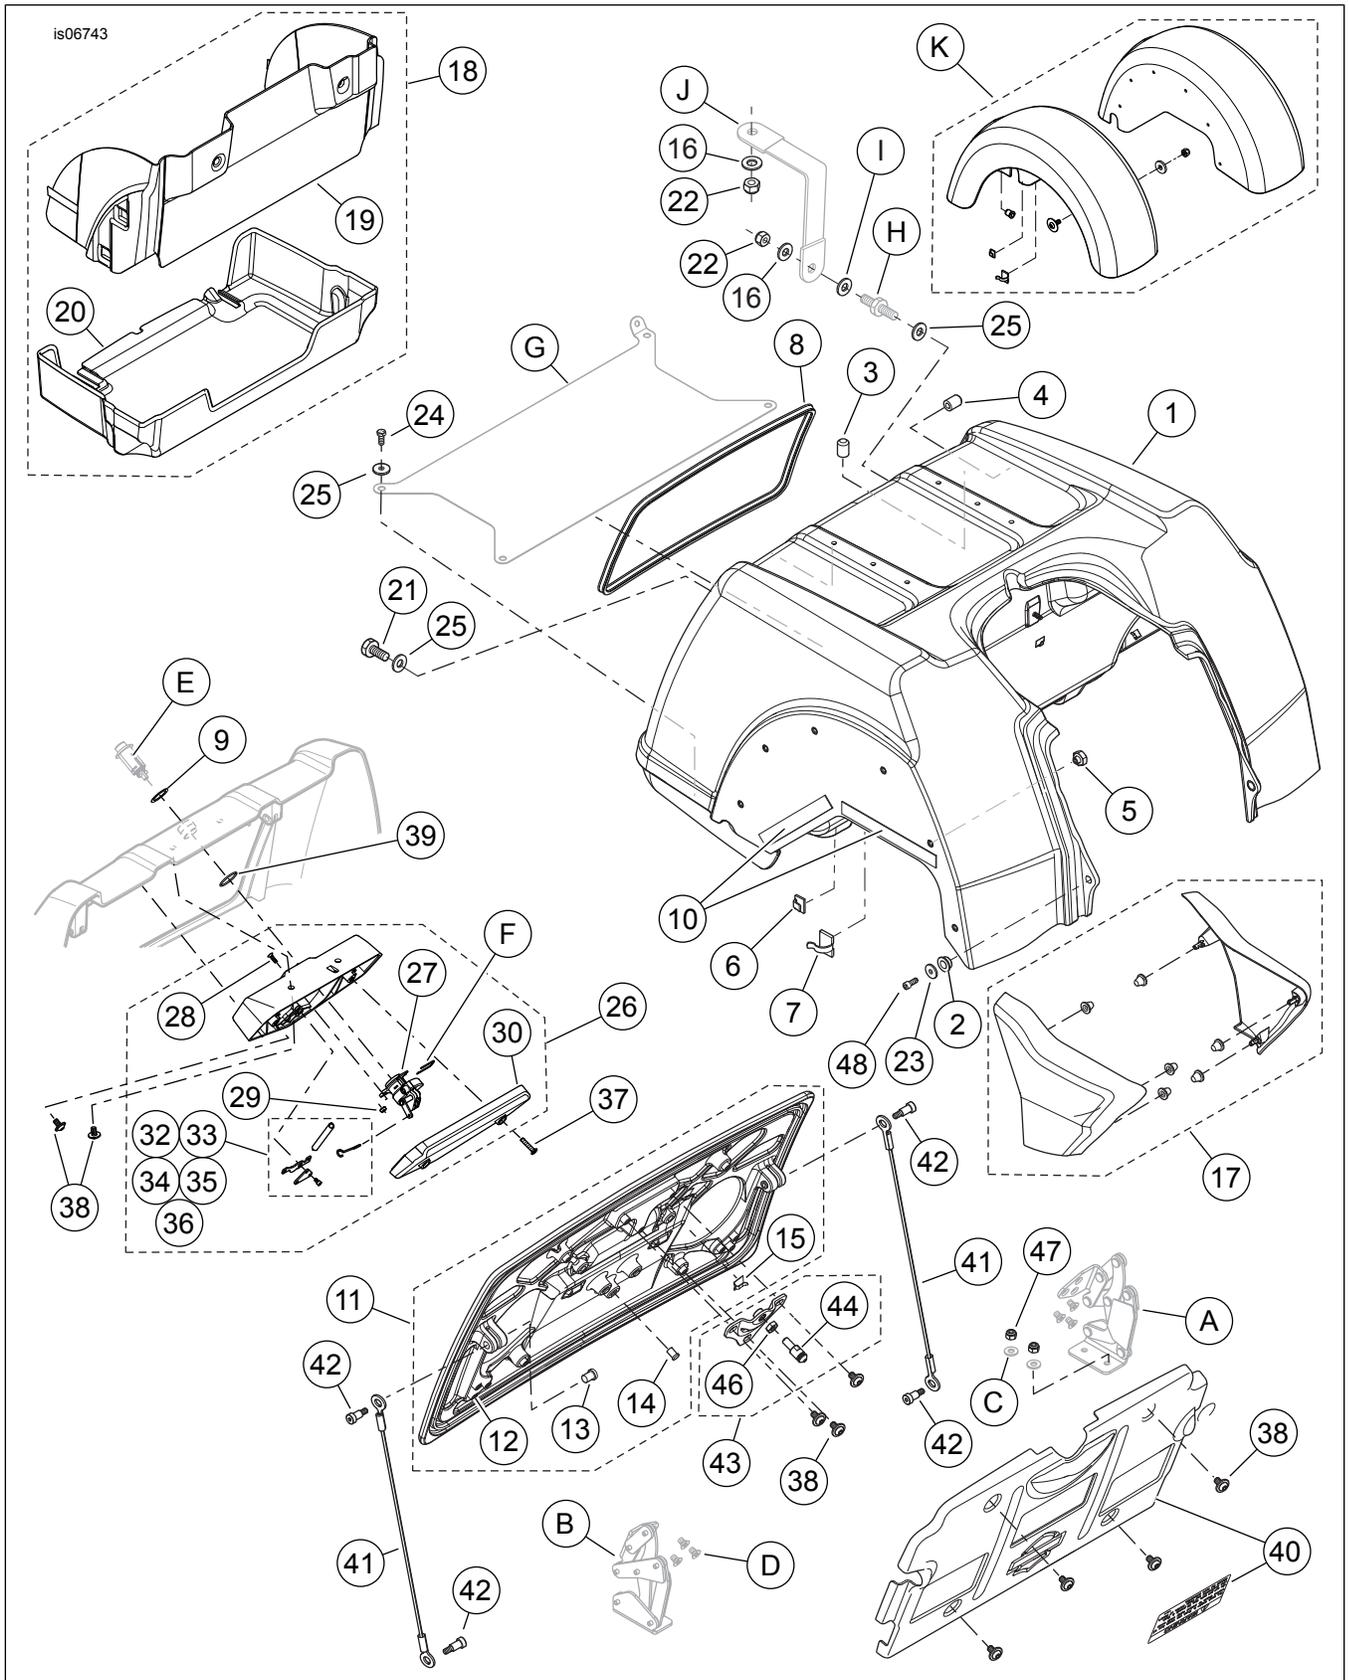

Figure 1. Pièces détachées, kits de corps de remplacement Trike
Voir Figure 1, Tableau 1, Tableau 2, Tableau 3 et Tableau 4.
1. Voir Figure 1. Installer les garde-boue sur le **nouveau** corps selon les instructions du kit de garde-boue arrière (K), avec la modification suivante :
- **Modèles AVEC coffre Tour-Pak :** Plancher (intérieur), quatre vis (24) et rondelles (25) du kit. **Paroi avant gauche (intérieure)**, goujon de masse d'origine (H) et rondelles (25) du kit. Vis (21) de la **paroi avant droite (intérieure)** et la rondelle (25) du kit. **Bride avant inférieure (extérieure)**, vis (48) et rondelle (23) du kit.
- **Plancher (intérieur)**, quatre vis (24) et rondelles (25) du kit. Les deux vis (21) de la **paroi avant (intérieure)** et les rondelles (25) du kit. **Bride avant inférieure (extérieure)**, vis (48) et rondelle (23) du kit.
11. **Pour les modèles AVEC coffre Tour-Pak** : Installer une rondelle plate (16) du kit sur le goujon de masse (H). Attacher l'extrémité libre de la sangle de masse (J) au goujon de masse avec un **nouveau** contre-écrou hexagonal (22) et une rondelle plate (16) du kit. Serrer le contre-écrou à une couple de 19–23 N·m (14–17 ft-lbs). **Pour les modèles SANS coffre Tour-Pak** : Attacher le fil de masse de l'antenne AM/FM à la plaque de masse avec la vis à tête ovale d'origine. Serrer la vis à 2,3–4,5 N·m (20–40 in-lbs). Installer le mât et attacher le câble d'antenne.
1. Voir Figure 1. Examiner la rondelle d'étanchéité en mousse de l'ensemble de verrou de coffre (9) à l'ouverture du verrou sur le corps et la remplacer si nécessaire. Suivre les instructions du manuel d'entretien pour installer le **nouvel** ensemble de loquet (26) sur le corps, avec les exceptions suivantes :
- a. Placer le **nouveau** joint torique (39) du kit autour de l'ouverture de verrou dans l'ensemble de loquet de prise.
- b. Installer l'ensemble de loquet de prise avec quatre **nouvelles** vis TORX® (38).
- c. Installer le **nouveau** couvercle de loquet (30) avec deux **nouvelles** vis à tête plate (37).
2. Installer l'ensemble de verrou de coffre d'origine à travers le corps et dans le mécanisme de verrou (27) sur l'ensemble de loquet de prise.
1. Voir Figure 1. Utiliser deux **nouveaux** écrous (47) et les rondelles (C) et joints toriques d'origine pour monter le feu de plaque d'immatriculation d'origine sur le **nouvel** ensemble de porte de coffre (11) selon les instructions du manuel d'entretien.
3. Installer **sans serrer** le **nouvel** ensemble d'axe de blocage (43) sur la porte du coffre en utilisant trois vis TORX (38).
4. Suivre les instructions du manuel d'entretien pour installer les charnières de porte de coffre de gauche (A) et de droite (B) sur la porte avec les six vis à tête plate d'origine (D).
5. Examiner le joint de porte du coffre (8) autour de l'ouverture de porte et le remplacer s'il est endommagé.
Voir Figure 1. Retirer la visserie d'attache de couvercle latéral d'origine et installer les **nouveaux** couvercles latéraux selon les instructions du kit de couvercle latéral (17).
1. Voir Figure 1. Installer les **nouveaux** revêtements de coffre vertical et inférieur (éléments 19 et 20, FLHTCUTG) ou le tapis de coffre d'origine (FLHXXX).